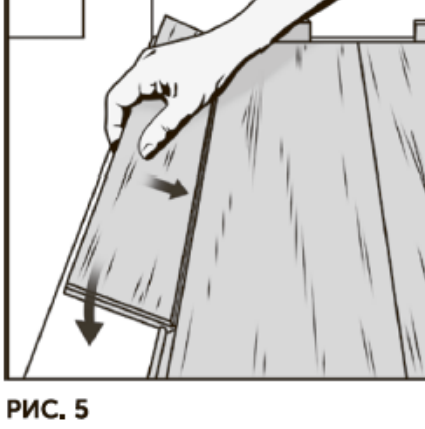

РИС. 5
**Последний ряд:** уложите доски последнего ряда декоративной стороной вниз сверху на предпоследний уложенный ряд. Отметьте границу отреза, учитывая зазор между рядом и стеной (10 мм). Отпилите последний ряд таким же образом, что и предыдущие. При необходимости подтяните доски последнего ряда при помощи скобы. (рис. 5)